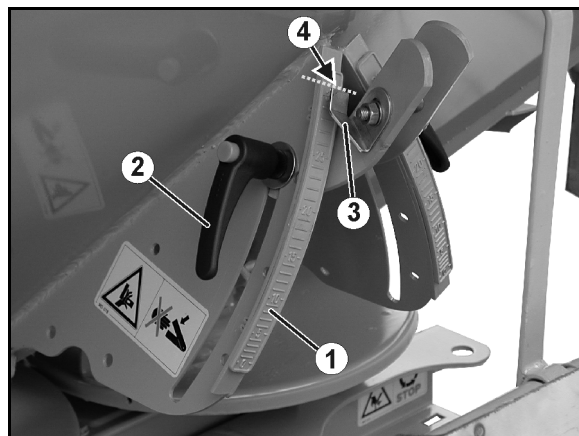

Fig. 61
2. Løsne hendelen (Fig. 61/2).
3. Finn skalaverdien for spjeldstillingen som er hentet fra spredetabellen, eller som er fastslått ved bruk av dreieprøvestyret, på skalaen (Fig. 61/1).
4. Still avlesekannten (Fig. 61/4) til viseren (Fig. 61/3) på skalaverdien.
5. Trekk hendelen (Fig. 61/2) godt til igjen.